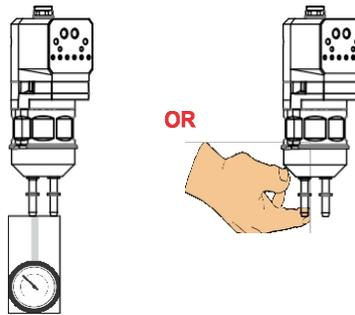

図 12 真空 チェック・オプション
3. ポンプからパウダーチューブを外す。真空ゲージを吸引フィッティングに接続するか、図12に示すようにフィッティングに指をかざす。